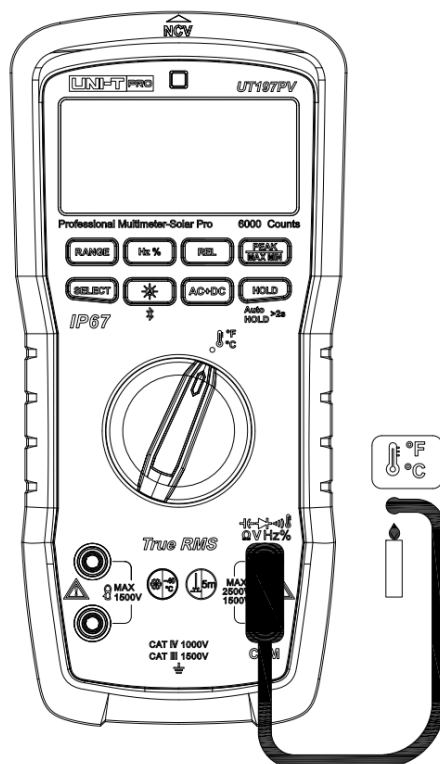

Figura 15
12. Misura della temperatura (Figura 15)